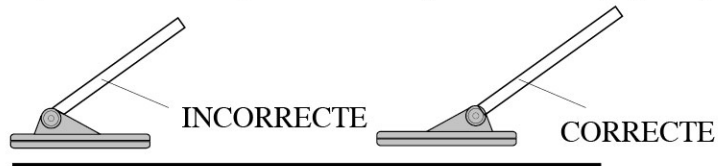

Figure 4
4. Desserrez le bouton de serrage du disque de détection, inclinez ce dernier à position souhaitée en veillant à ce qu'il soit parallèle au sol. Attention à ne pas confondre l'emplacement du disque de détection (Figure 4).